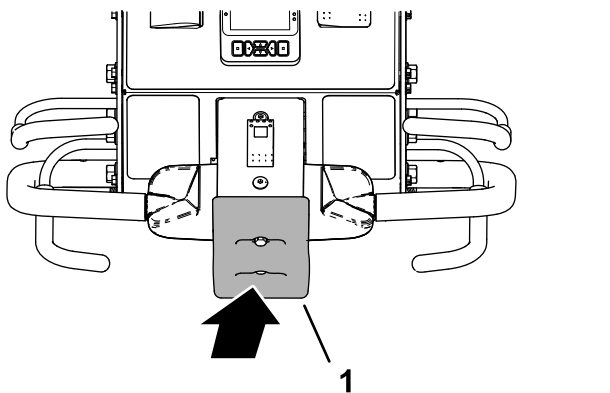

Bild 36
2. Halten Sie den Schaltbügel und den Fahrtriebshebel betätigt und betätigen Sie den Anschlagschalter (**Bild 36**).